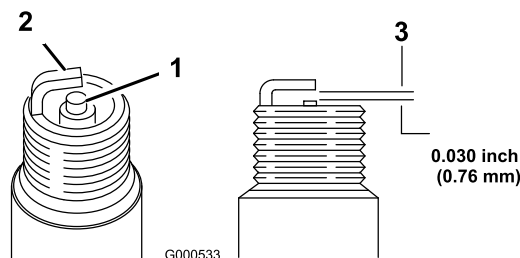

Figure 24
5. Réglez l'écartement des électrodes à 0,76 mm (0,030") (Figure 24).